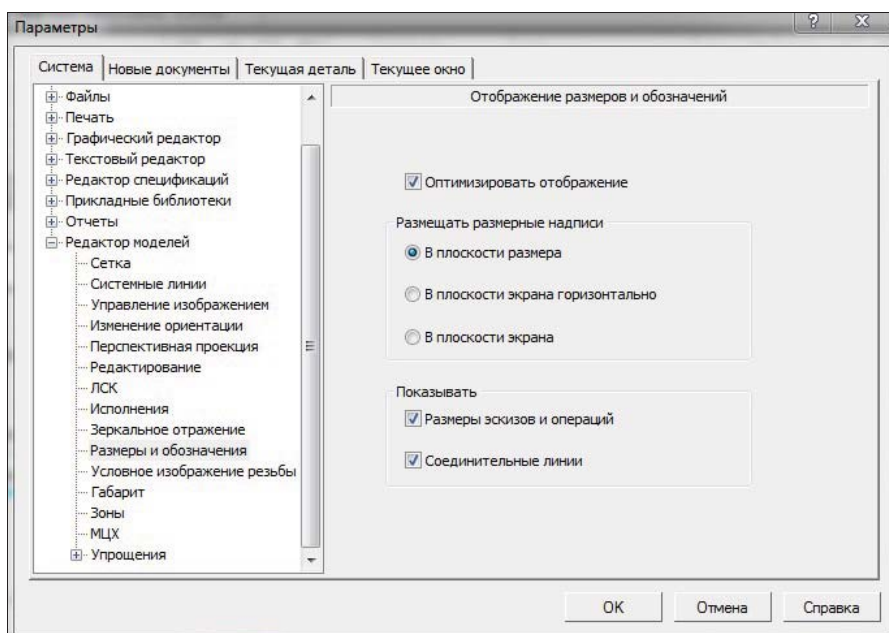

Рис. 28.23. Диалоговое окно **Параметры** с открытой панелью **Размеры и обозначения**
- ◆ вызовите из **Строки Главного меню** команду **Настройка ► Параметры ► Система ► Редактор моделей ► Размеры и обозначения**. В правой части на панели **Отображение размеров и обозначений** (рис. 28.23):